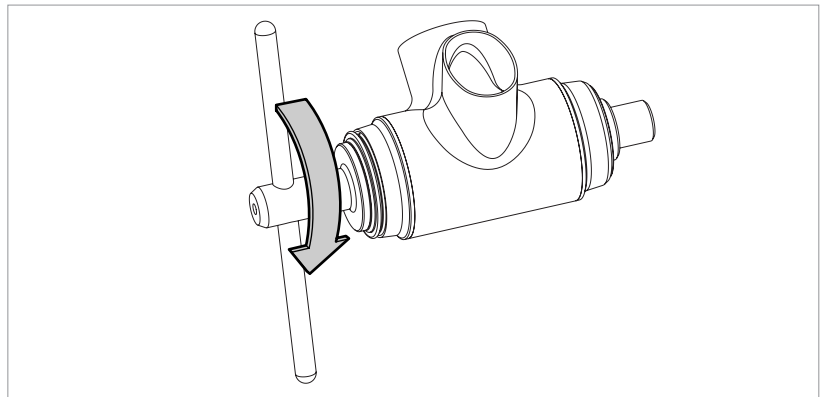

Fig.6
- Gire en sentido horario la palanca de la herramienta UT-BB240 hasta que hagan tope ambas cazoletas (Fig. 6).
- Antes de extraer la herramienta, asegúrese de haber colocado correctamente las cazoletas en la caja del pedalier (Fig. 6).